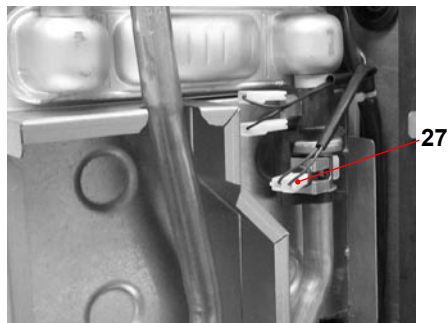

Figura 5.33
- Scollegare il cablaggio della sonda NTC riscaldamento 27 in Figura 5.33.
- Ricollegare il cablaggio della sonda NTC riscaldamento 27 in Figura 5.33